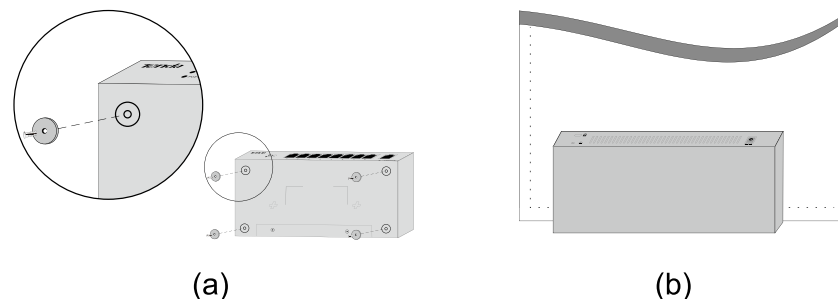

图 2-2 磁吸安装示意图
**步骤 2：**使用螺丝将吸铁石和机壳拧紧在一起，如图 2-2(a) 所示；
**步骤 3：**将安装了吸铁石的设备吸附在用户选定的稳定安装位置即可，如图 2-2(b) 所示。（注意不要夹到手指）